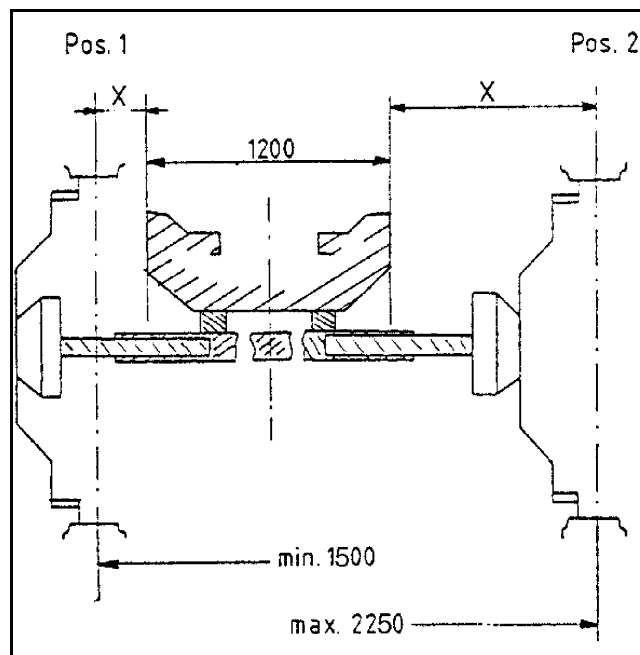

Fig. 4.3
- ## Sens de montage des roues selon pos. 1 (fig. 4.3) : en continu de 1.500 mm jusqu'à 1.960 mm.
- ## Sens de montage des roues selon pos. 2 (fig. 4.3) : en continu de 1.700 mm jusqu'à 2.250 mm.
Sur l'UG 4500 Nova, modifiez la largeur de la voie en montant les roues en conséquence (fig. 4.3):
Position 2: 2.250 mm (fig. 4.3)